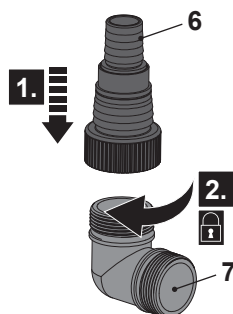

Fig. 2
1. Alignez et vissez le raccord de tuyau (6) sur l'adaptateur (7) dans le sens des aiguilles d'une montre s'il n'est pas déjà prémonté (Fig. 2).